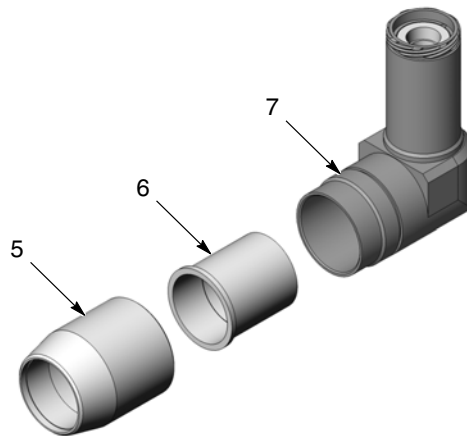

Figura 4 Extracción de las tuercas del cuerpo y de retención
3. Ver la figura 4. Desenroscar la tuerca del cuerpo (5) de la extensión (7).